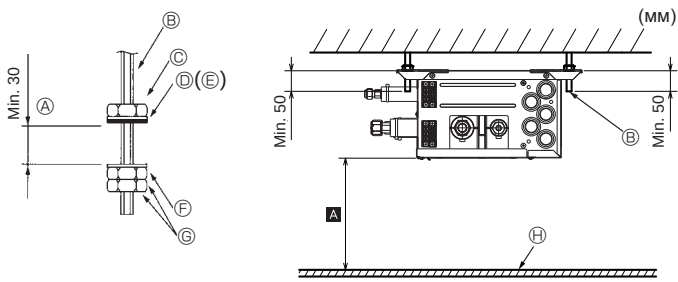

Fig. 6-1
- (2) Наденьте подкладные шайбы (①, ②) и гайки (приобретаются на месте) на подвесные болты. (Fig. 6-1)
- (3) Повесьте прибор на подвесные болты.
- (4) Полностью затяните гайки (проверьте высоту потолка).
- (5) Воспользуйтесь уровнем для горизонтальной регулировки ответвительной коробки.